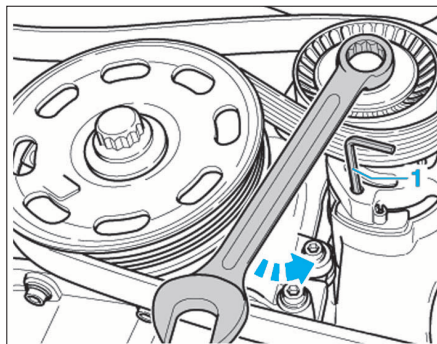
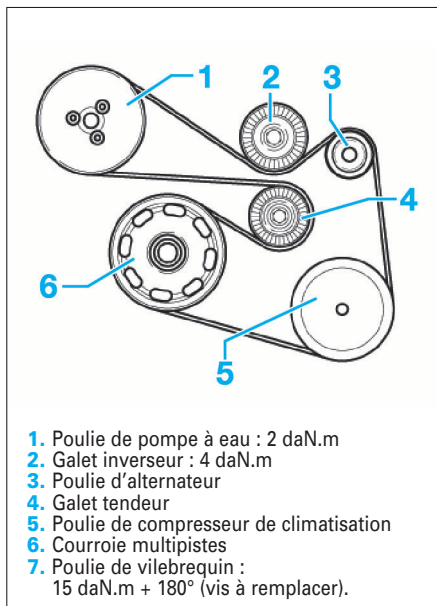

FIG. 22
FIG. 23
- Basculer le galet tendeur dans le sens de la flèche jusqu'à ce que le trou de pige soit visible (Fig.22).
- Bloquer le tendeur à l'aide d'une clé six pans de 4 mm (1).
- Déposer la courroie d'accessoires (Fig.23).